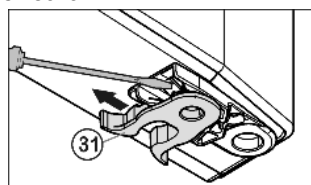

Fig. 11
- ▶ Decuplați clema elastică *Fig. 11 (31)*: Împingeți în jos dispozitivul de blocare, trageți deasupra clema elastică.